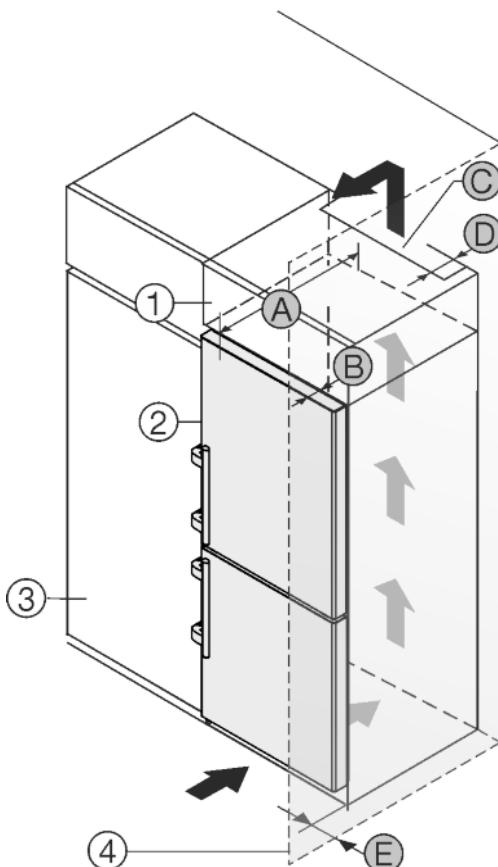

Fig. 27
Устройство может быть окружено кухонными шкафами. Чтобы уравнять устройство Fig. 27 (2) по высоте с кухонной стенкой, можно установить над устройством дополнительный шкафчик Fig. 27(1).
Установить устройство можно непосредственно рядом с кухонным шкафом Fig. 27 (3). Чтобы можно было полностью открыть двери, устройство должно выступать на глубину Fig. 27 (B) относительно передней стенки кухонного шкафа. В зависимости от глубины кухонных шкафов и использования пристенных распорок устройство может выступать и больше.
- На задней стенке дополнительного шкафчика должен быть вентиляционный канал с глубиной Fig. 27 (D) по всей ширине этого шкафа.
- Нужно соблюдать вентиляционное отверстие Fig. 27 (C) под нижней панелью.
Если устройство установлено на шарнирах у стены Fig. 27 (4), то нужно соблюдать расстояние Fig. 27 (E) между устройством и стеной. Настолько выступает ручка при открытой дверце.